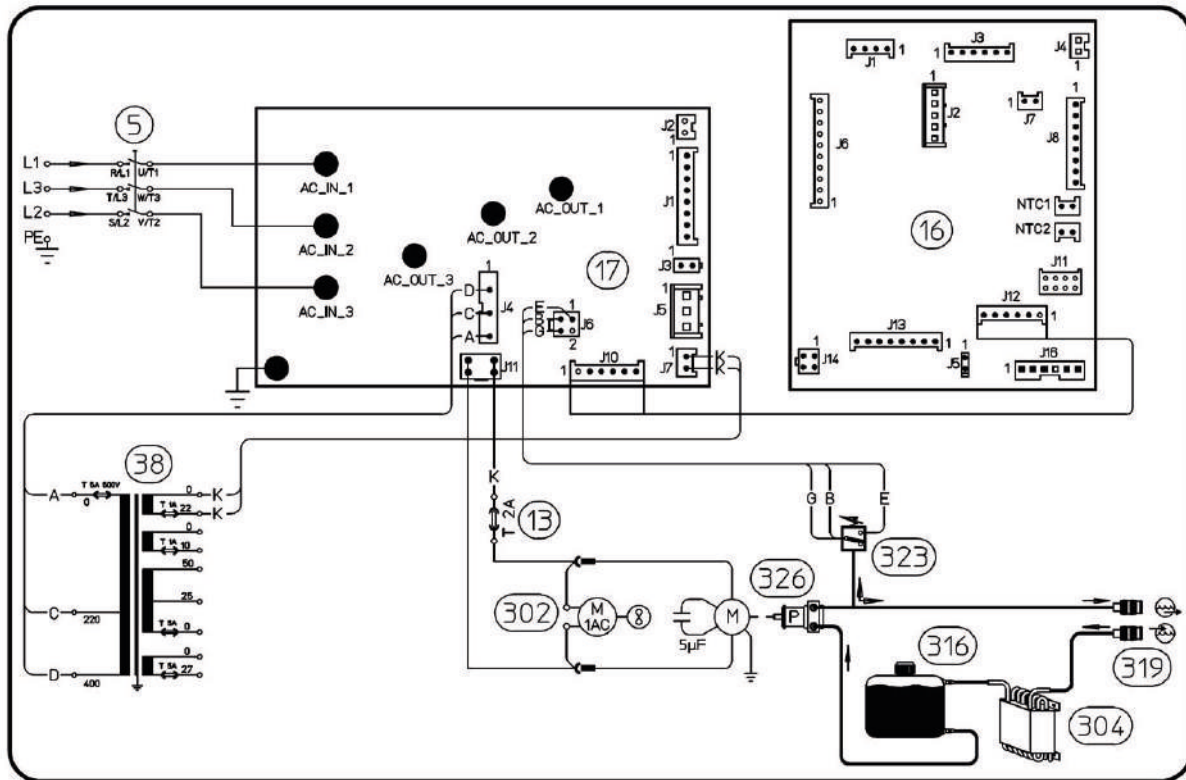

Рис. 3.6.13.b
### ПРОВЕРКА ВКЛЮЧЕНИЯ ОХЛАДИТЕЛЬНОГО УСТРОЙСТВА (Рис. 3.6.13.b)
### ПРОВЕРКА НАСОСА (326) (Рис. 3.6.13.b)
- Клеммы насоса (326) на охладительном устройстве, напряжение = 230 В переменного тока, при включенном охладительном устройстве.
- С выключенным источником питания временно отсоедините провода насоса (326) от клеммной колодки и проверьте сопротивление на клеммах насоса (326) (сопротивление обмотки двигателя). Корректное значение = примерно 22 Ом.
- Проверьте целостность и соединение пускающего конденсатора на 5 мкФ моторного насоса (326), расположенного рядом с насосом (326).
### ПРОВЕРКА ВЕНТИЛЯТОРОВ (302) (Рис. 3.6.13.b)
- Клеммы вентиляторов (302) на охладительном устройстве, напряжение = 230 В переменного тока, при включенном охладительном устройстве.
- С выключенным источником питания временно отсоедините провода вентилятора (302) от клеммной колодки и проверьте сопротивление между клеммами вентилятора (302) (обмотки вентиляторов (302)). Корректное значение = примерно 750 Ом.